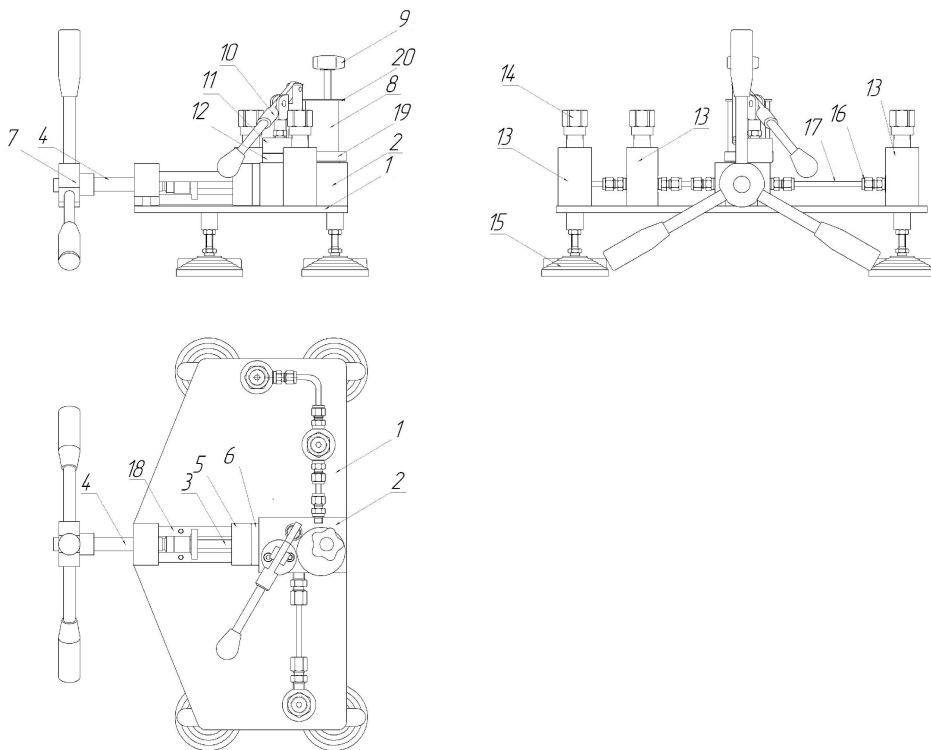
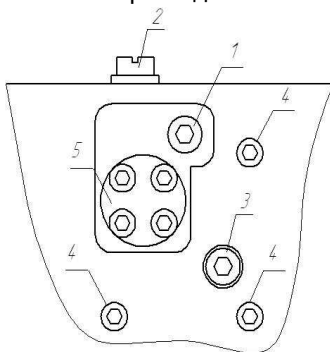

Рис. 1. Гидравлическое устройство для сравнительной калибровки:
Рис. 2. Расположение технологических винтов:
4.1 Внешний вид прибора показан на рис. 1.
4.2 Основание устройства выполнено в виде стальной плиты 1 (Рис. 1), снабженной четырьмя регулируемыми опорами 15. Блок создания давления 2 представляет собой стальной параллелепипед, с выполненными в нем полостью основного штока, полостью ручного насоса и всеми необходимыми каналами и клапанами. На блоке создания давления, сверху закрепляются ручной насос 10, основание стакана 19 и стакан для рабочей жидкости 8 и вентиль сброса давления 9, на передней стороне узел основного штока. С боков от блока создания давления расположены стойки 13 с гайками 14 для присоединения образцового средства измерения (правая стойка) и двух или одного поверяемых (левые стойки). В случае поверки одного средства измерения в свободную стойку устанавливается заглушка. Блок создания давления и стойки соединены между собой с помощью фитингов и трубок высокого давления. Для слива рабочей жидкости из устройства предусмотрен специальный винт 1 (рис. 2) со специальным уплотнением, расположенный снизу блока создания давления. Винт 2 (рис. 2) предназначен для слива рабочей жидкости из полости ручного насоса.
С помощью ручного насоса 10 (рис. 1) рабочая среда перекачивается из стакана 8 в полость основного штока и стоек 13 со средствами измерений. Ручной насос необходим для предварительного сжатия воздуха, оставшегося в присоединенных средствах измерений, с целью уменьшения его объема. Величина ручного накачивания зависит от диапазона измерения установленных СИ, но не должна превышать 3 МПа. Далее, с помощью вращения штурвала 7 по часовой стрелке и винта 4,двигающего шток 3, плавно создается необходимое давление. Для уменьшения давления штурвал необходимо вращать в обратную сторону. Для сброса оставшегося давления предусмотрен вентиль сброса давления 9.
8.4 Полностью выкрутите винт 1 (рис. 2) предварительно подставив под устройство ёмкость подходящего размера.